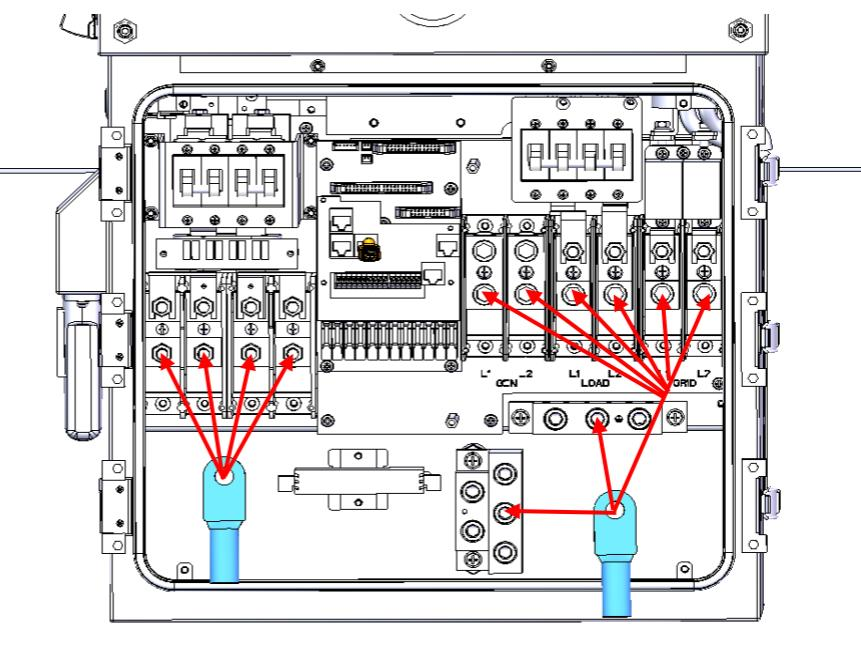

图1
1、根据BOM点齐所有物料，确保无损坏； 2、铜鼻子连接位置如图1所示，先取出螺母，再对准孔位放入铜鼻子，最后将螺母拧紧； 3、 4、详情见图纸。